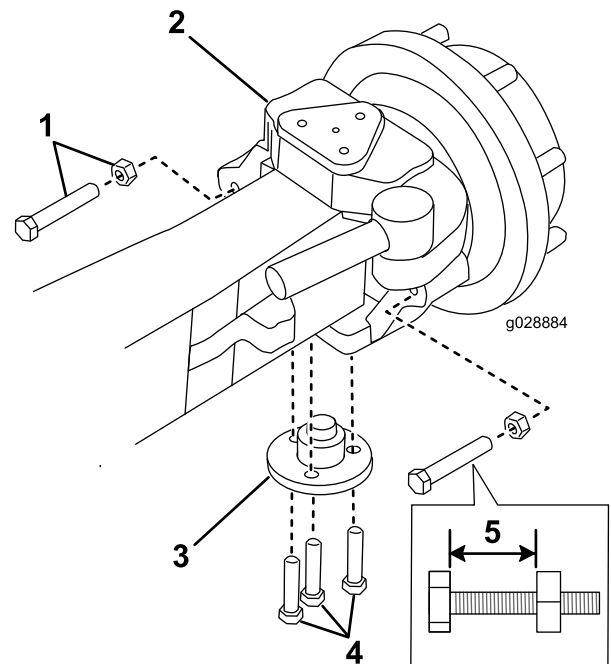

Figura 1
6. Mida y registre la longitud del perno expuesto en cada limitador de dirección (Figura 1).
7. Retire los pernos y las tuercas del limitador de dirección (Figura 1).
9. Retire el pivote inferior retirando los 3 pernos que lo sostienen (Figura 1).